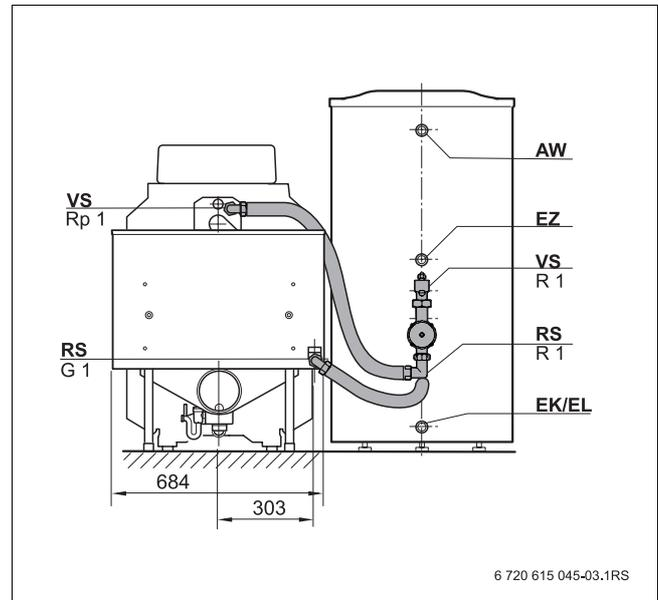

Bild 1 Anschlüsse am Heizkessel und Warmwasserspeicher
Der Warmwasserspeicher kann links und rechts neben dem Heizkessel aufgestellt werden. Bild 1 zeigt den Warmwasserspeicher links neben dem Heizkessel (von vorn gesehen).
- Anschlüsse nur wie in Bild 1 gezeigt montieren.